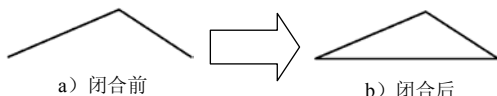

图 4.1.19 闭合多段线
闭合 (C) 多段线，即在多段线的起始端点到最后一个端点之间绘制一条多段线的线段。下面以图 4.1.19 为例说明多段线闭合的一般操作步骤。